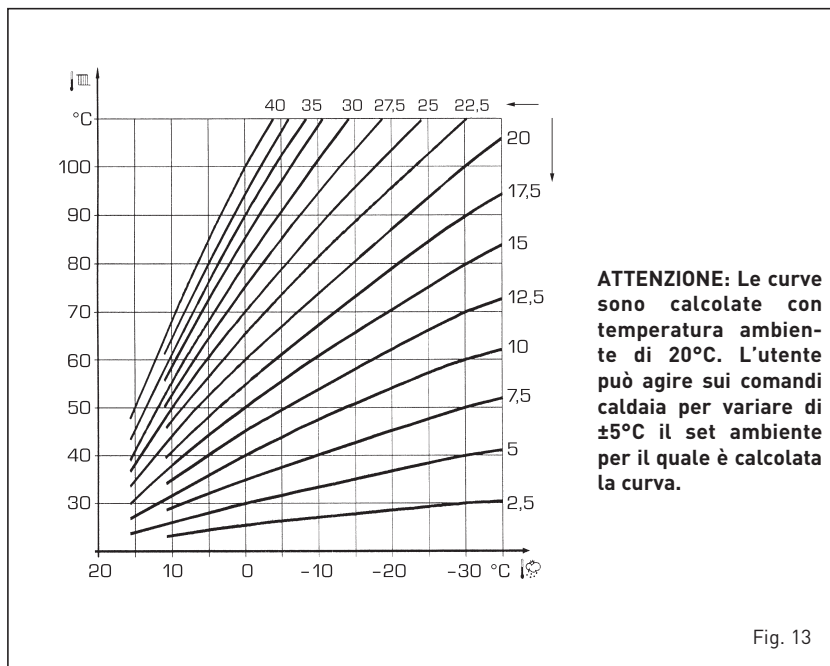

Fig. 13
3.4 Sonda esterna collegata (fig. 13)
La curva climatica da impostare è selezionabile da un valore 3 e 40 (a step di 1). Aumentando la pendenza rappresentata dalle curve di fig. 13 si incrementa la temperatura di mandata impianto in corrispondenza alla temperatura esterna.